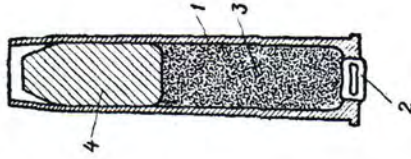

Рис. 25. Боевой патрон в разрезном виде:
22. Боевой револьверный патрон (рис. 25) состоит из гильзы, капсюля, заряда и пули.